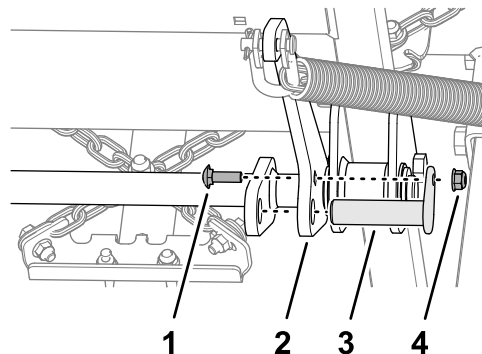

Figure 16
2. Retirez le boulon de carrosserie et le contre-écrou à embase qui fixent l'axe de vérin au bras de l'arbre de levage (Figure 16).